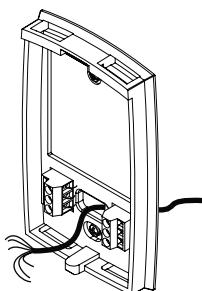

Figure 2
- ❹ Percer les trous aux endroits marqués et insérer les chevilles d'ancrage fournies.
- ❺ Passer les fils par la grande ouverture située au centre inférieur de la plaque murale selon la figure 2.